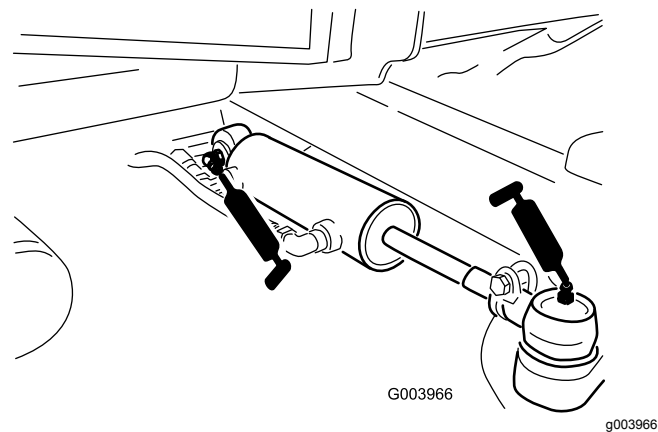

Figura 67
- Articulaciones esféricas del cilindro de dirección (2) (Figura 67)